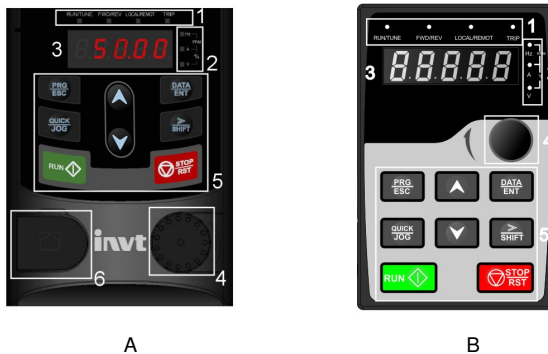

Fig 5-1 Teclado
**Nota:** Teclado de 0.75 ~ 15kW, conforme mostrado na Fig. 5-1 A, e o teclado 18,5 ~ 500kW, conforme mostrado na Fig. 5-1; Os inversores de 0.75~30kW podem escolher um teclado opcional de LED e o inversor 0.75 ~ 500kW pode escolher um teclado opcional de LDC. O teclado de LDC suporta vários idiomas, cópia de parâmetros, tela de alta definição e sua dimensão de instalação é compatível com o LED.